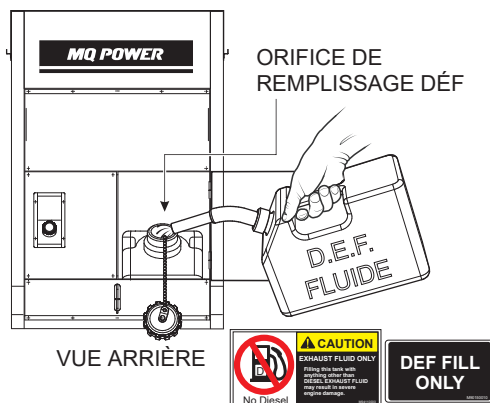

Figure 33. Remplissage du réservoir DEF
1. Retirez le **bouchon de remplissage du réservoir de DEF** (Figure 33).